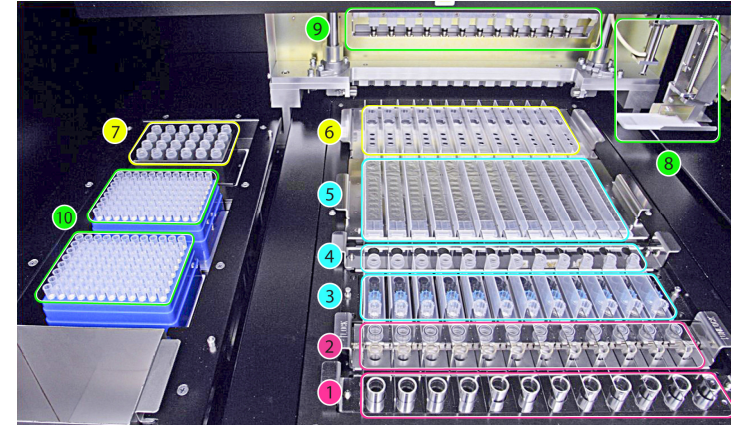

Abbildung 1: Der Ladebereich von «ELiTe InGenius»
Eine Übersicht des Geräts «ELiTe InGenius» ist auf der Abbildung 1 zu sehen.
Abbildung 1 zeigt: Position des Primärröhrchenracks (1), Position des Extraktionsröhrchen- und Verschlussracks (2), Position des Spitzenständers (3), Position des Elutionsröhrchenracks (Elutionsröhrchen) (4), Position des Extraktionskartuschenracks (5) und Position des PCR-Kartuschenracks (6), Position des PCR- und Internal-Control-Reagenzienblocks (Bestandmanager) (7), Proben- und Reagenziendosierung (8, 9), Positionen von Abfallbox (links unten) und Spitzen (10).
- Die Schaltfläche „Next“ (Weiter) drücken, um zu bestätigen, dass für die Anzahl der ausgewählten Tests je nach Anzeige auf dem Bildschirm ausreichend Reagenzien in Position 7 des Bestandsmanagers geladen wurden (siehe Seite 10, Abbildung 1).
- Ausreichend Spitzenständer in Position 10 stellen (siehe Seite 10, Abbildung 1).
- Die angegebenen PCR-Kassetten in Position 6 stellen (siehe Seite 10, Abbildung 1).
- Die angegebenen Kassette(n) mit den Extraktionskartuschen in Position 5 stellen (siehe Seite 10, Abbildung 1).
- Die angegebene Anzahl „Elutionsröhrchen“ in Position 4 des „Elutionsröhrchenracks“ stellen (siehe Seite 10, Abbildung 1).
- Die angegebene Anzahl an „Spitzenpackungen“ in Position 3 stellen (siehe Seite 10, Abbildung 1).
- Die „Extraktionsröhrchen“ wie angegeben in Position 2 stellen (siehe Seite 10, Abbildung 1).